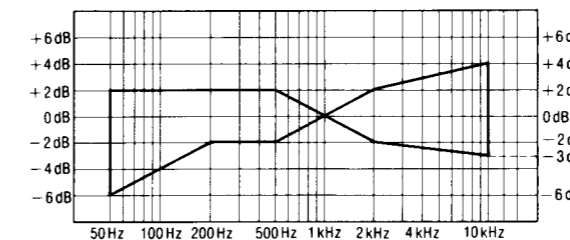

Fig. 7
3. Faire jouer le signal enregistré à l'étape 2 et vérifier que le niveau de chaque fréquence de sortie soit en deçà de la plage montrée à la Fig. 7 en comparaison avec la fréquence de référence (1kHz).